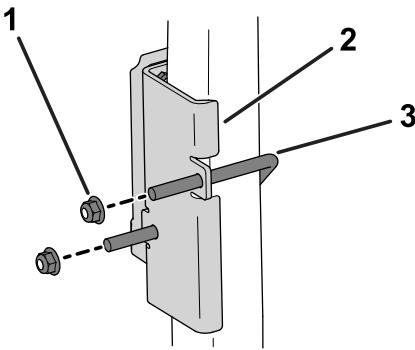

Figure 6
2. Avec un étrier fileté et 2 écrous à embase (¾ po), fixez le support du dispositif sur la surface au-dessus du tube de rangement du manuel sur l'arceau de sécurité (Figure 6).